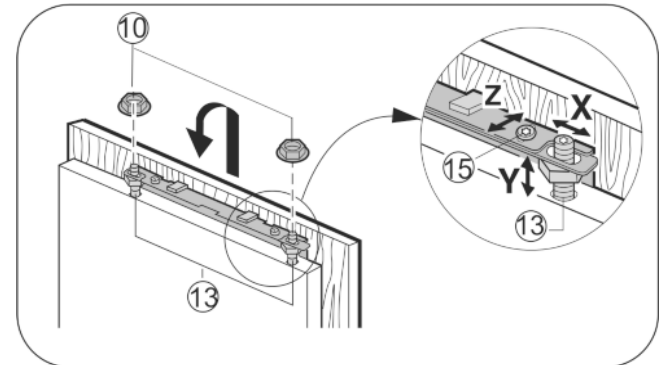

Fig. 27
- ▶ Akassza a bútorajtót a beállító csapszegre Fig. 27 (13) és az ellenanyákat Fig. 27 (10) lazán csavarozza rá a beállító csapszegre.
- ▶ A bútorajtót igazítsa be Y magasságba és az oldalirányú dőlést igazítsa ki: A beállító csapszeget Fig. 27 (13) egy csavarhúzóval igazítsa be.
- ▶ Húzza meg az ellenanyákat Fig. 27 (10).